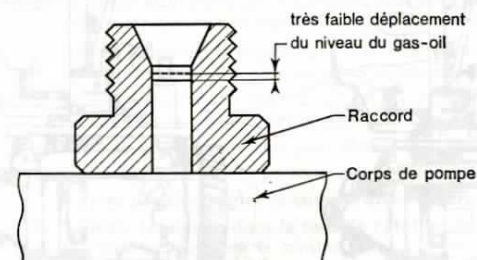

Fig. 6. — Détermination du début d'injection à la « goutte ».
- a) Calage dit à la « goutte » (fig. 6).